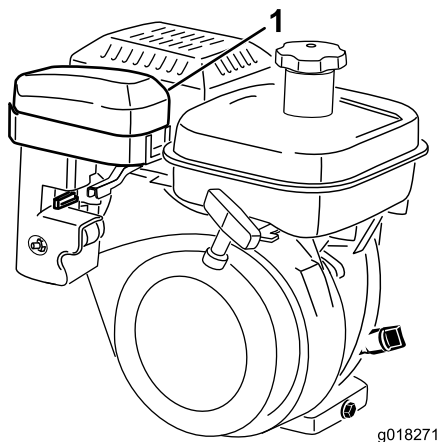
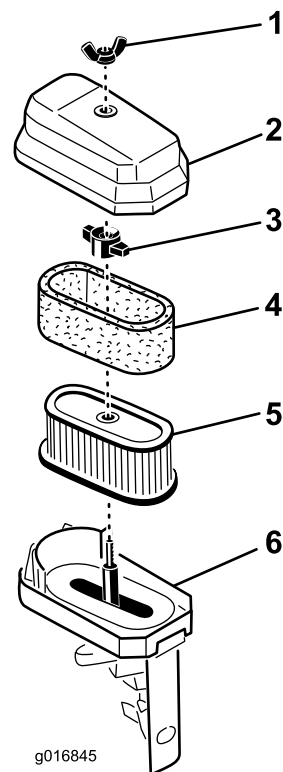

図 32
図 33
2. エアクリーナカバーをエアクリーナ本体に固定している蝶ナットを取り、カバーを外す。カバーを丁寧に清掃する（図 32と図 33）。
3. スポンジを点検し、汚れていればペーパーエレメントから外す（図 33）。スポンジをきれいに洗う。